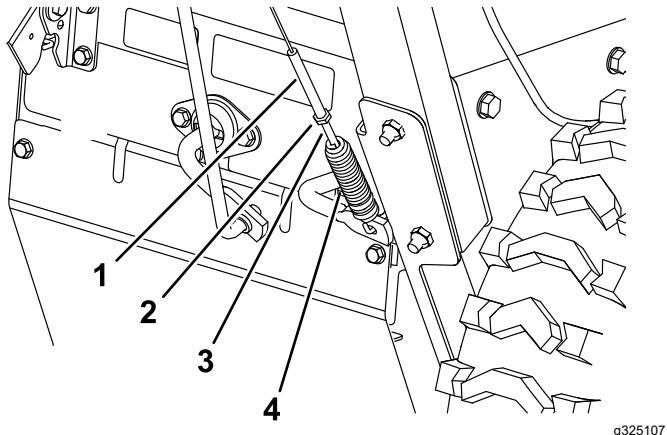
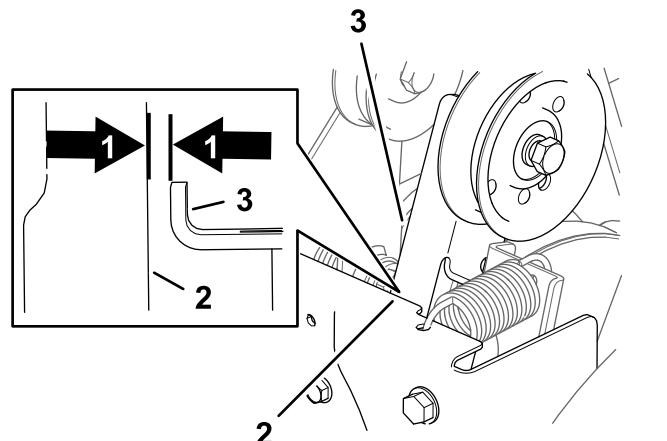

Figura 40
Figura 41
1. Desaperte a porca de retenção (Figura 40).
2. Rode o ajustador de tensão da mola até medir uma folga de 1,5 mm entre a estrutura e o braço da embraiagem da vassoura (Figura 40 e Figura 41).
3. Aperte a porca de retenção (Figura 40).